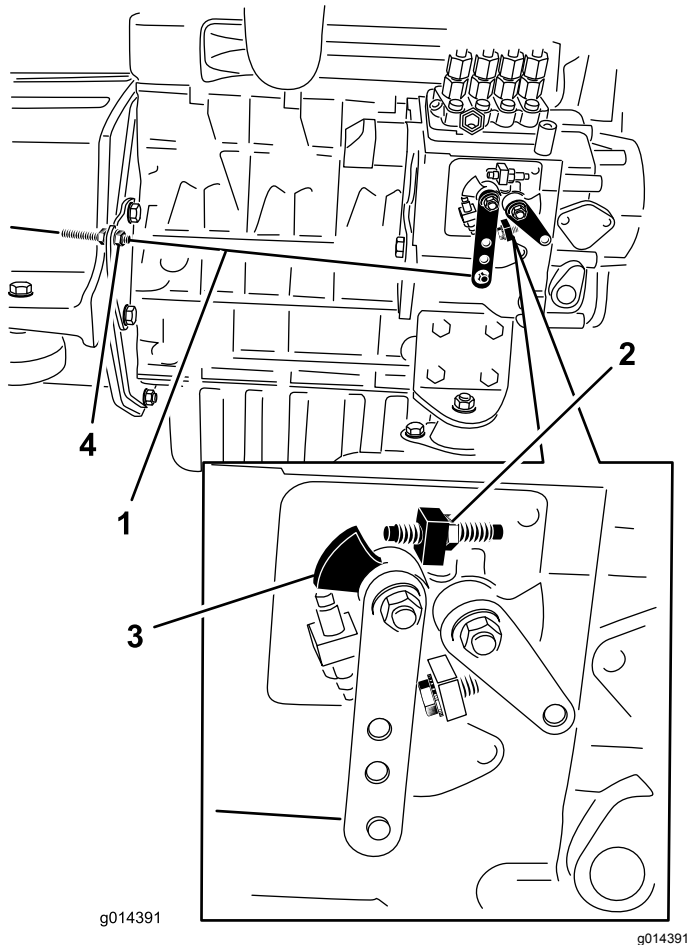

図 37
2. 燃料噴射ポンプについている速度コントロールレバーの位置を確認する。スロットルコントロールレバーをFAST位置ディテント位置にセットした状態で、速度コントロールレバーが高速ねじに接触していれば適正である 図 37。
3. 必要であれば、スロットルコントロールケーブルのジャムナットの位置を調整して、スロットルコントロールレバーがFASTディテント位置にきた時に速度コントロールレバーが高速ねじに接触するようにする 図 37。